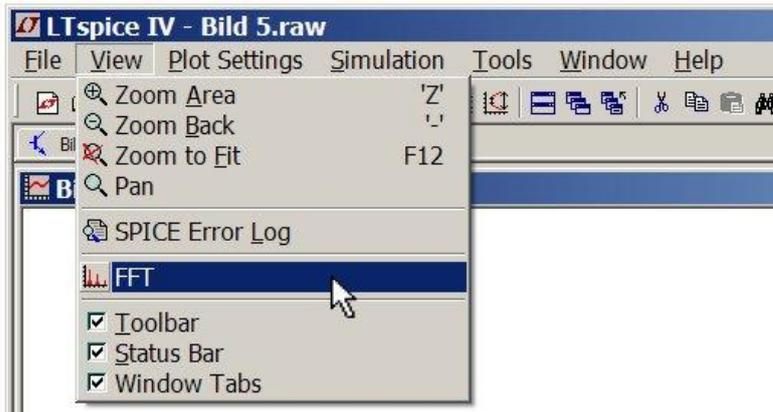
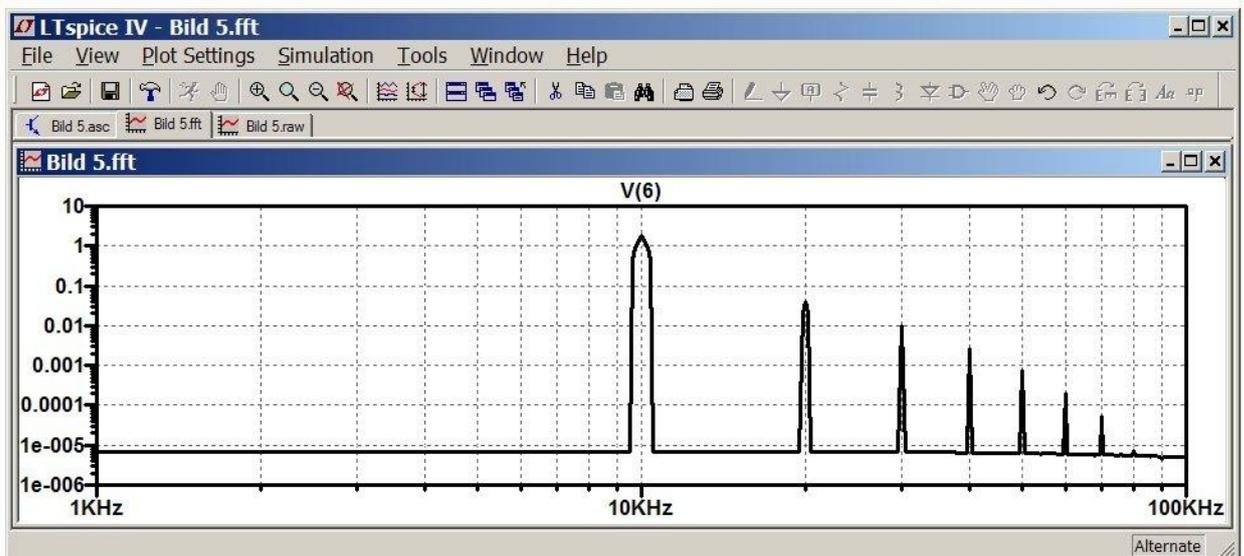

Bild 18: FFT aktivieren
Bild 19: FFT-Plot zur Schaltung Bild 5 (SPICE-Datei: Bild 5_FFT.asc) Ausgangsknoten „6“
- FFT-Darstellung aktivieren: View → FFT, siehe **Bild 18**. Anschließend im sich öffnenden Fenster Select Waveforms to include in FFT die gewünschten Kurven auswählen → Number of data samples: 1024. Das Spektrum für die Ausgangsspannung am Knoten „6“ zeigt **Bild 19**.